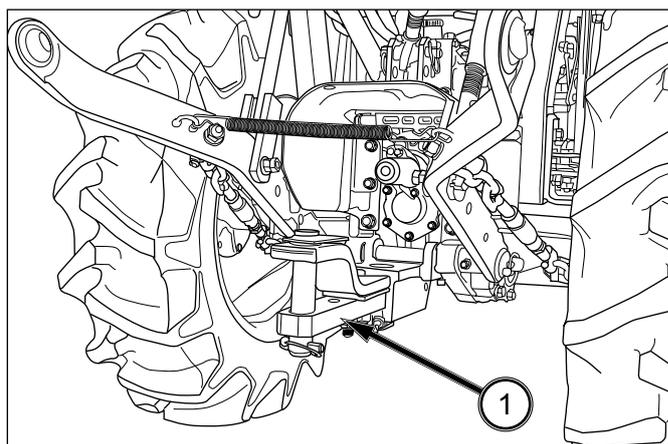

FIG. 113
FIG. 113 : Le tracteur est équipé d'un attelage arrière (TRH-1774) (1). L'attelage arrière situé à l'arrière du tracteur permet d'attacher à celui-ci des équipements remorqués. Le tracteur ne dispose pas de circuit de freinage pour la remorque.